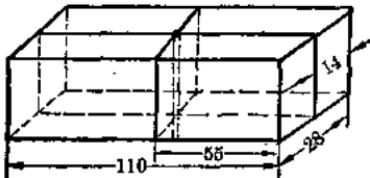

图 1
1. 用 $25 \times 28 \times 110$ (毫米)³木块一块，四周砂光。二等分110毫米一面，在55毫米处在木块周围作一直线，再在28毫米一面量得中点即14毫米处也作一根直线，两直线都延长至 110×28 的平面上，然后在两线交点，打一个直径2毫米的小孔道，贯穿木块(图1)。孔要直，不能弯曲。